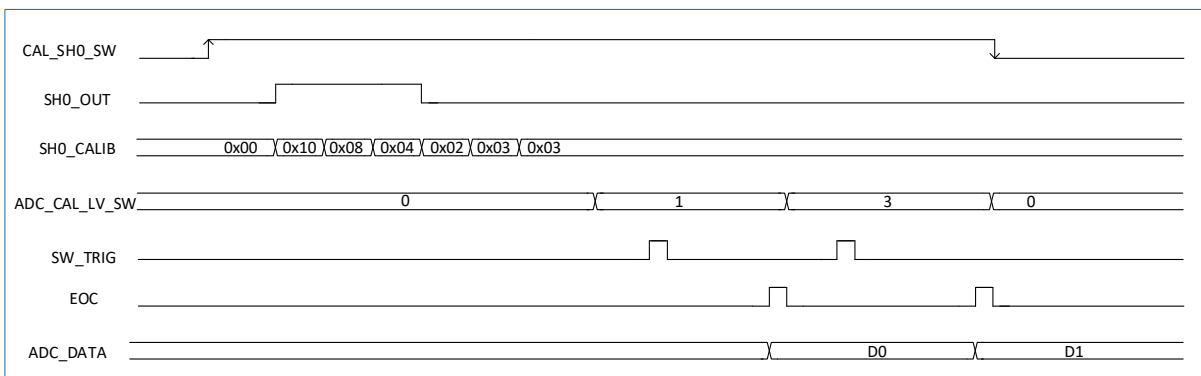

图 11-4 采保 0 软件校准流程
5. 将 ADC_SYSCFGR 寄存器中的 ADC_CAL_LV_SW 位配置成 3，然后使用队列 0 的软件触发，得到结果 2，使用结果 1 和结果 2 做差，可以得到采保电路 0 的 offset，同理，可以得到采保电路 1 的 offset 值，请参见图 11-4。